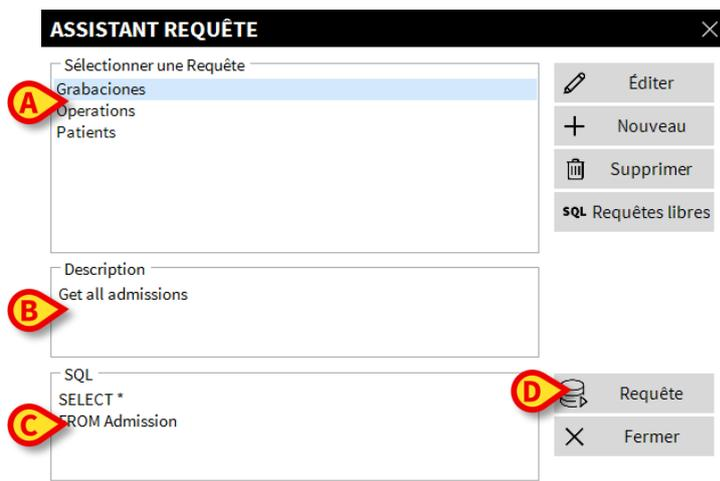

Fig 34
Le nom sera surligné (Fig 34 **A**).
Une description textuelle de la requête '*query*' est affichée dans l'espace "**Description**" (Fig 34 **B**).
L'espace "**SQL**" (indiquée à la Fig 34 **C**) affiche le contenu de la requête '*query*' dans le langage SQL (*Structured Query Language*).
- Cliquez le bouton **Requête** (Fig 34 **D** - bas-droite).